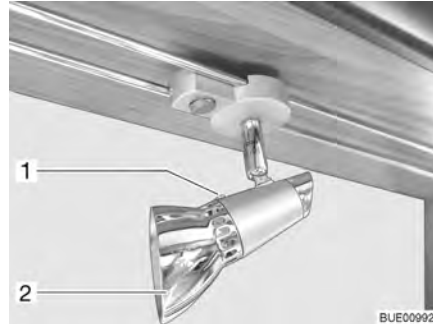

Bild 206 Halogenspotlight (förskjutningsbar)
- Lossa fästskruven (Bild 206,1).
- Tag av lampskärmen (Bild 206,2).